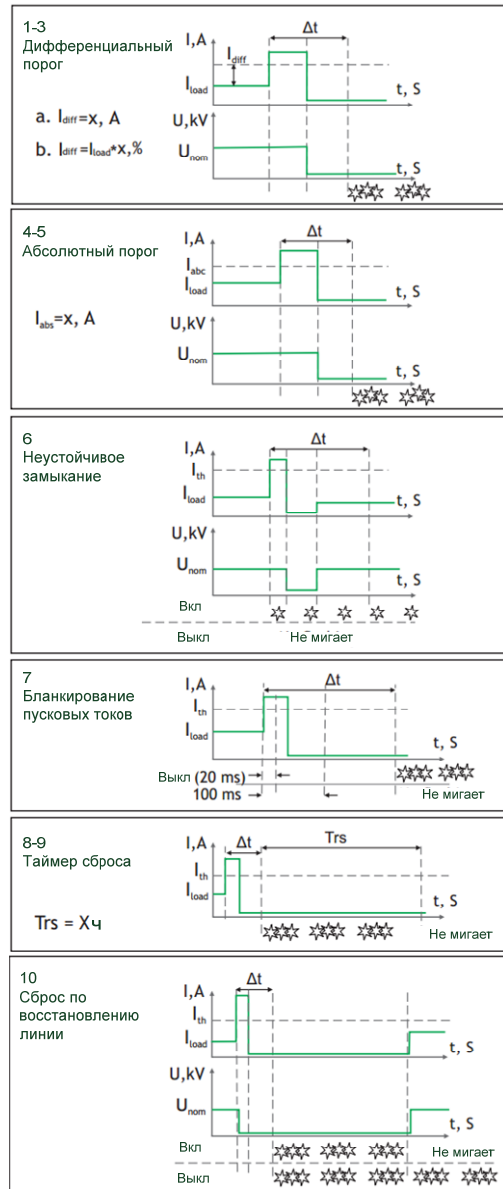

Рисунок 8 – Настройка уставок
1.6.1 Прибор поставляется с настройками уставок по умолчанию (заводская) Рисунок 8.